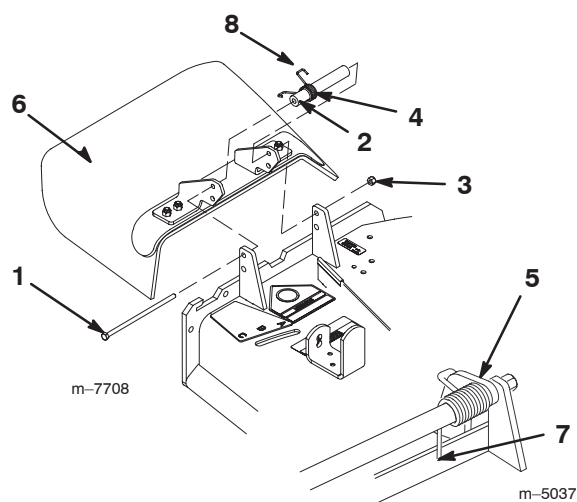

Figure 64
1. Retirez le contre-écrou, le boulon, le ressort et l'entretoise qui fixent le déflecteur aux supports de pivot (Fig. 64).
5. Accrochez l'extrémité crochue du ressort au déflecteur d'herbe (Fig. 64).